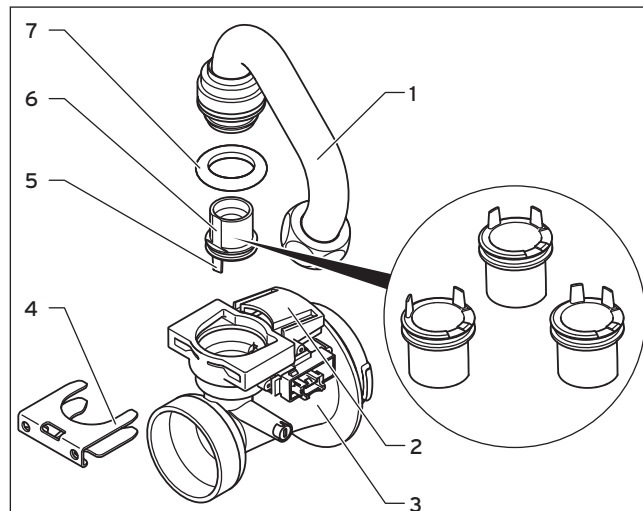

Fig. 2.2 Smontaggio del tubo di collegamento del gas
- Smontare il tubo di collegamento del gas (1, fig. 2.2) dal tubo di Venturi (3), staccando le molle (4) ed estraendo verticalmente il tubo. Smaltire le guarnizioni (7).
- Estrarre l'ugello del gas (6) senza inclinare e smaltirlo.
- Nell'inserimento dell'ugello del gas, rispettare il corretto orientamento indicato sia dai contrassegni di posizione sul lato superiore del tubo di Venturi, sia dai perni di posizionamento (5, fig. 2.2) sul lato inferiore dell'ugello del gas.